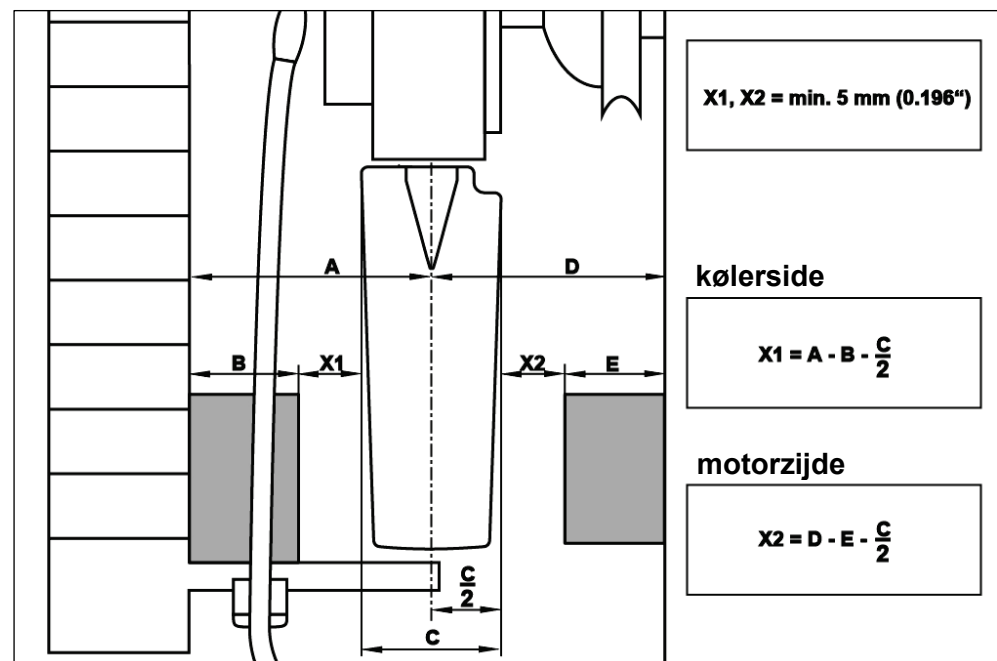

Fig. 39
33) Meet of er voorwerpen in de weg zijn (zie Fig. 39).